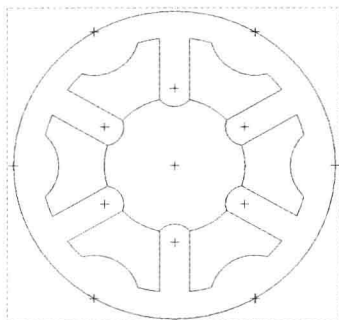

图 3-4 动态修剪草图
Step 04 释放鼠标,选中的线段即可被删除,单击鼠标中键,完成动态修剪图元的操作,如图 3-4 所示。